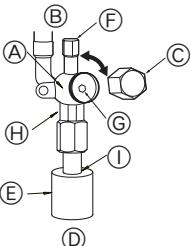

Fig. 4-6
- ② Kontrollera att stoppventilen är helt öppen och skruva på locket igen.
(2) Vätskesida på P100-P140 (Fig. 4-6)
- ① Ta bort kåpan och vrid ventilstången motsols så långt det går med en 4 mm sexkantsnyckel. Sluta när den når stoppet.